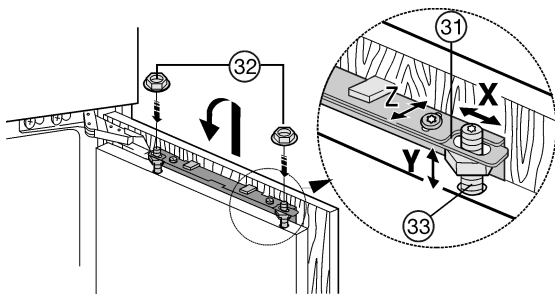

Fig. 20
- ▶ Mettre la porte du meuble sur les boulons d'ajustage Fig. 20 (33) et visser les contre-écrous Fig. 20 (32) sur les boulons d'ajustage sans trop serrer.
- ▶ Ajuster la porte du meuble en hauteur et en l'inclinant sur le côté : régler les boulons d'ajustage Fig. 20 (33) à l'aide d'un tournevis.
- ▶ Serrer les contre-écrous Fig. 20 (32).